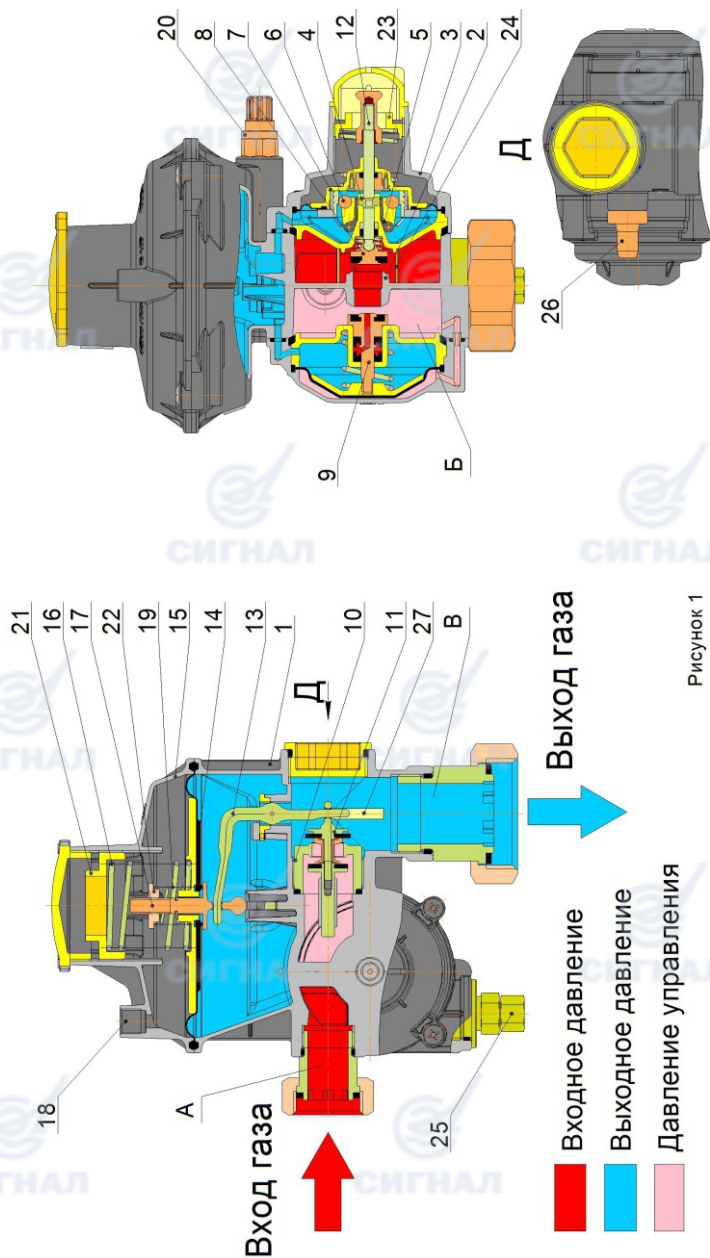

Рисунок 1
2.2.7.4 Потянув на себя шток 12 (см. рис. 1), взвести клапан ПЗК. Клапан ПЗК должен зафиксироваться в верхнем положении.
2.2.7.5 Нажать до упора, а затем отпустить кнопку запуска 20 (см. рис.1). Осуществить необходимую настройку регулятора. Выходное давление газа контролировать по манометру через штуцер для замера выходного давления 26.
ВНИМАНИЕ! В случае ложного срабатывания клапана ПЗК при пуске необходимо повторить п. 2.2.7.4, затем надавить на шток 12 (см. рис.1), для предотвращения срабатывания клапана ПЗК, после чего повторить п. 2.2.7.5
2.2.7.7 Настройка выходного давления производится вращением регулировочной гайки 21 (см. рис. 1), ослабляющей или сжимающей задаю-
2.2.8 Внимание! Регулятор VENIO-A имеет в своем составе предохранительный сбросной клапан ПСК поз. 17 (см. рисунок 1). Для безопасной эксплуатации приборов сбросному штуцеру поз. 18 (см. рисунок 1) необходимо присоединить сбросной трубопровод (гибкий шланг с номинальным диаметром прохода DN12) для сброса газа в атмосферу. Сброс должен быть выведен за стенки шкафа или помещения, в котором установлен регулятор давления.